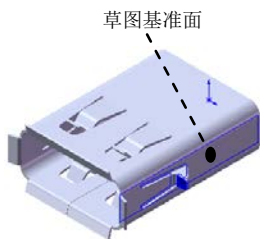

图 10.72 绘制的折弯 13
Step23. 创建图 10.72 所示的钣金特征——绘制的折弯 13。
(1) 选择下拉菜单 **插入(I)** → **钣金(B)** →  **绘制的折弯(S)...** 命令。
(2) 定义横断面草图。选取图 10.72 所示的模型表面为草图基准面，绘制图 10.74 所示的横断面草图。